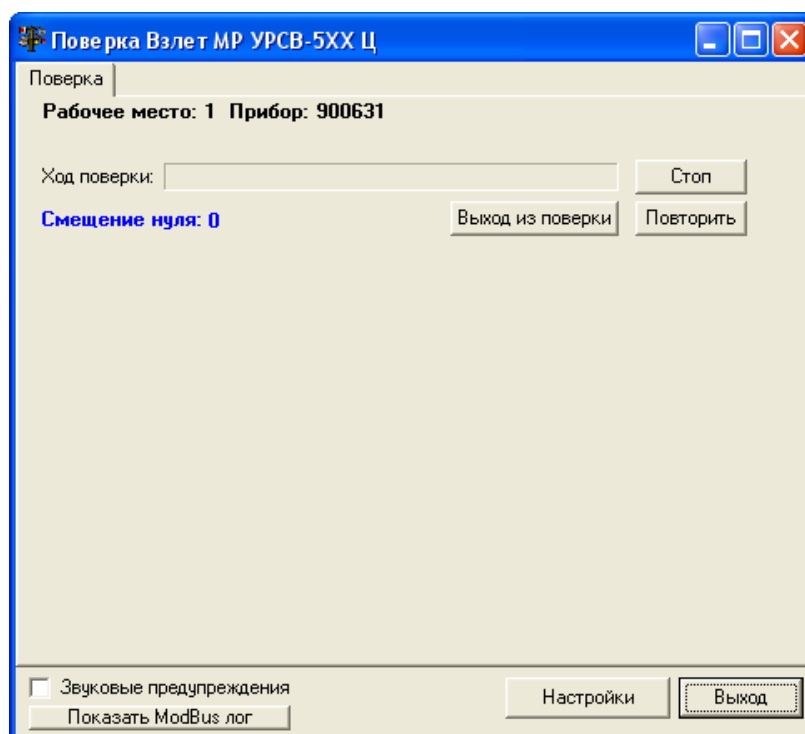

Рис. 32. Вкладка начала поверки.
2.6.8. Если в приборе не установлен и не определён токовый выход, то на мониторе после прохождения 2.6.6 появится вкладка (рис.32):